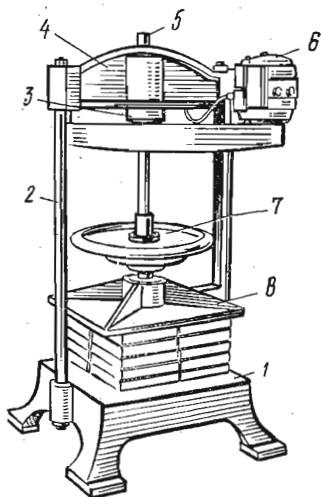

Рис. 27. Пресс БПК-7:
**Винтовой переплетный пресс БПК-7** с электроприводом (рис. 27) используется на небольших полиграфических предприятиях для прессования книг. Принцип работы пресса заключается в следующем. На нижнюю неподвижную плиту укладывают пачки книг для прессования. Давление создается при перемещении верхней подвижной плиты, движение которой сообщает штур-